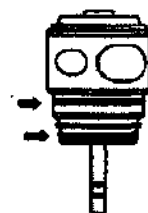

Рис. 8
- Убедитесь, что две прокладки (Рис. 8) находятся в нужном месте картриджа.